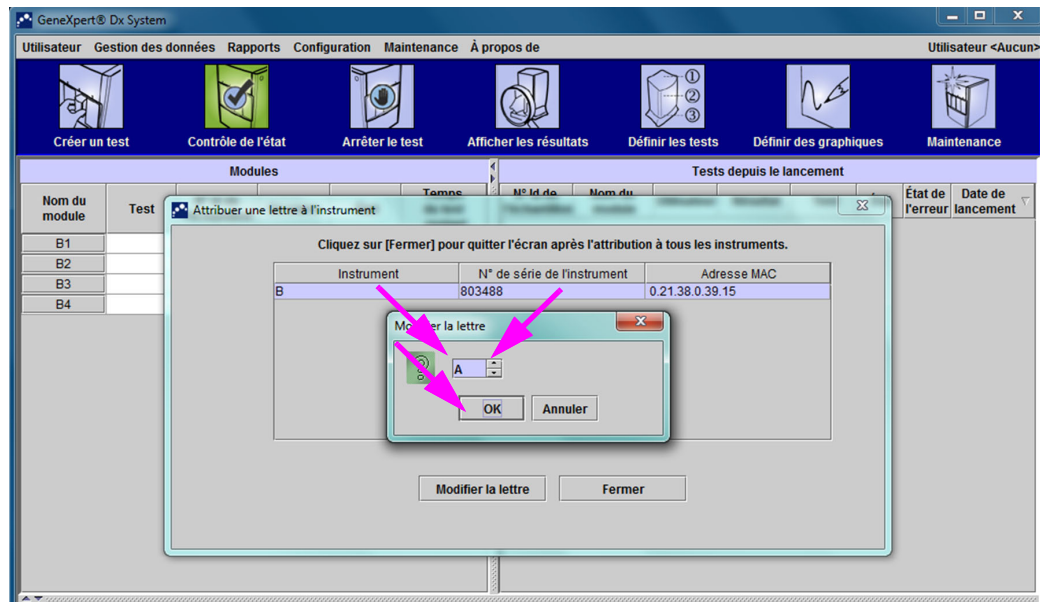

Figure 2-58. Fenêtre GeneXpert Dx System avec superposition de la boîte de dialogue Modifier la lettre
La boîte de dialogue Modifier la lettre s'affiche, comme illustré dans la Figure 2-58. Sélectionnez la lettre à attribuer au(x) module(s) en utilisant les flèches vers le haut et vers le bas de la boîte de dialogue Modifier la lettre.
- Après avoir modifié la lettre attribuée, cliquez sur **OK**. Voir Figure 2-58.